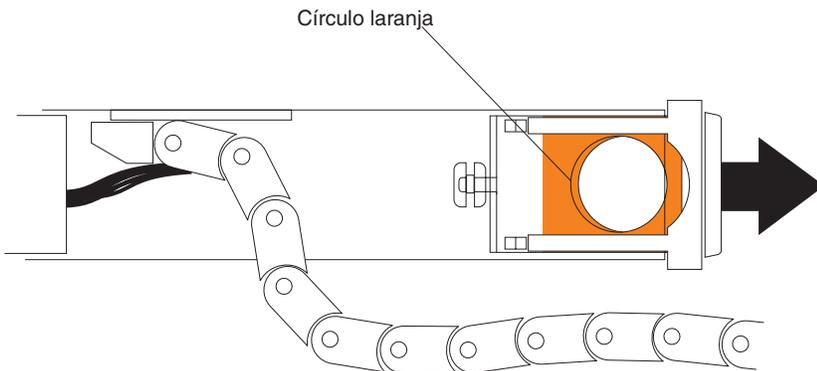

Figura 85. Suporte de montagem horizontal que se conecta à gaveta de unidade
- d. Desconecte o suporte de montagem da cadeia de cabos direita da gaveta de unidade. Insira o dedo no círculo laranja (consulte a Figura 85) e puxe o suporte de montagem completamente para fora da bandeja de unidade. Remova a cadeia de cabos direita.